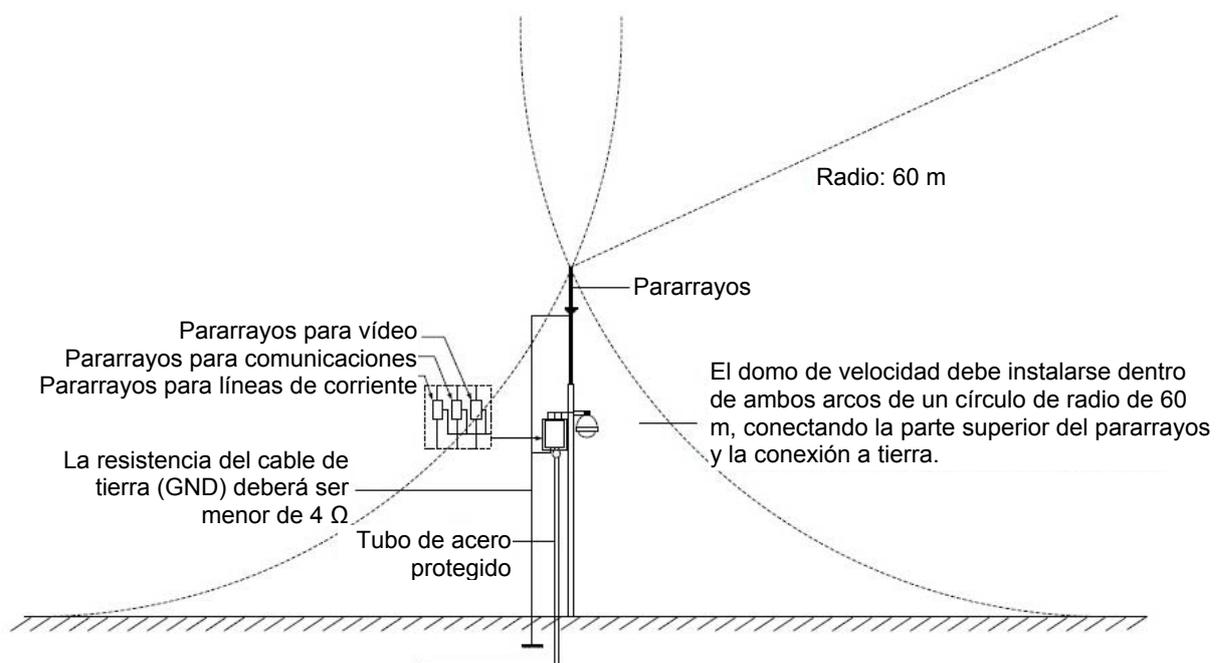

Figura 4–1
- El sistema debe de utilizar un cableado equipotencial. El dispositivo de toma de tierra deberá satisfacer la eliminación de interferencias y además cumplir con el código nacional de seguridad eléctrica. El dispositivo de tierra no deberá cortocircuitar la línea neutral (N) de la malla de alta tensión ni mezclarse con otros cables. Cuando el sistema se conecte solo a tierra, la resistencia del circuito de tierra no deberá superar los 4 Ω y la sección del cable deberá ser inferior a 25 mm². Consulte la Figura 4–1.